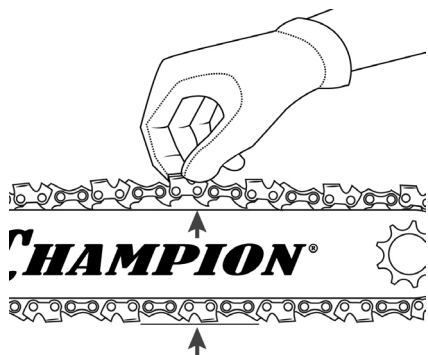

Рис. 4 Проверка натяжения цепи
- Установите ведущие звенья пильной цепи в пазы звездочки. Вращая колесо накладке шины по часовой стрелке натяните цепь так, чтобы устранить ее провисание (Рис. 4).
Проверьте натяжение цепи, потянув пильную цепь от направляющей шины. Цепь должна плотно прилегать к нижней части шины без провисания, на середине верхней части шины цепь должна выходить из направляющего паза примерно на высоту звена (Рис. 4).